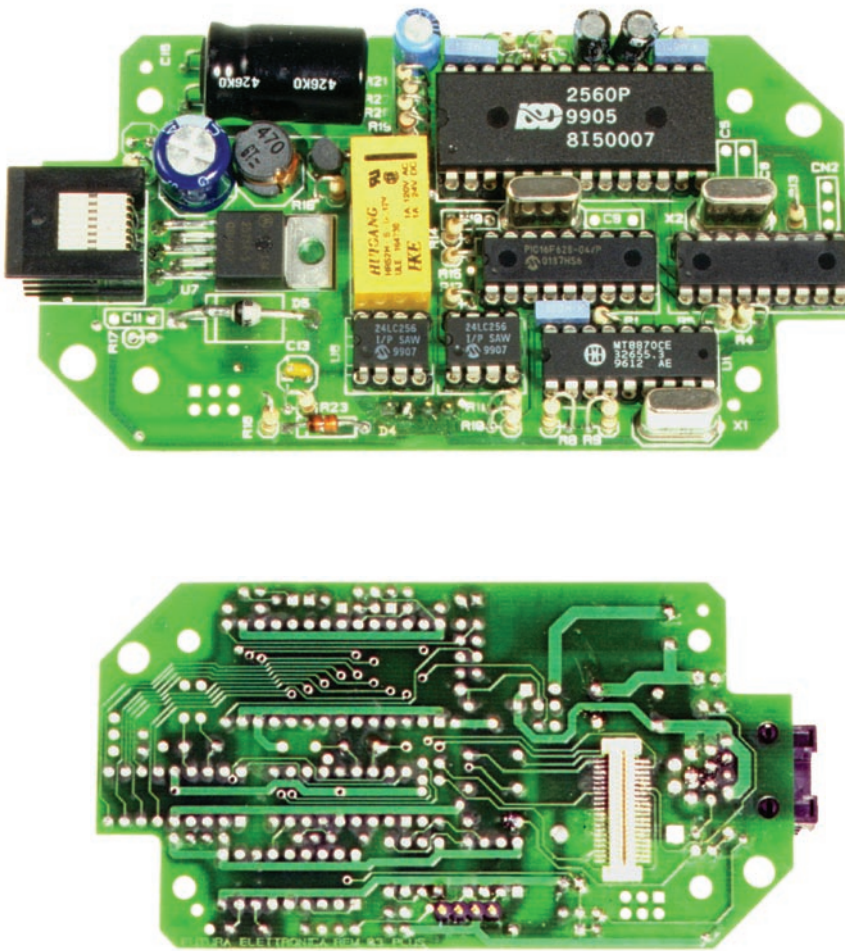

Figure 8 : Photo des deux faces d'un des prototypes de l'unité de surveillance audio par GSM avec alarme.
Les dessins de la figure 8 montrent le parcours des pistes et la figure 7 la position des composants sur le circuit imprimé. Ci-dessus, les photos montrent l'appareil entièrement monté. On le voit, la majeure partie des composants sont montés sur le côté LC. Sur le côté opposé, celui des soudures LS, on n'a monté que les deux connecteurs : un 40 broches pour le GSM et un lui fournissant la tension.
Mais procédons par ordre. La figure 7 montre la disposition des composants sur la face LC (le connecteur à 40 pôles ainsi que le connecteur d'alimentation du modem, en revanche, sont côté soudures (LS) puisque c'est là qu'on placera le module modem GSM, voir la figure 8 pour les photos). A propos du modem à placer en "sandwich" côté soudures (figure 10), n'oubliez pas, afin de chasser tout souci de court-circuit intempestif de vos esprits, d'interposer une feuille de mica (découpée aux dimensions adéquates et en ménageant le passage des connecteurs) entre les soudures et le module dont le boîtier est, bien sûr, métallique.